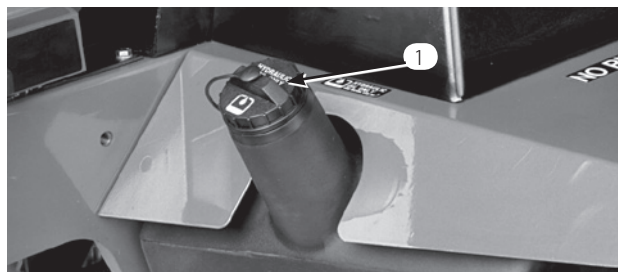

図 18
2. 油圧オイル・タンクの注油口周辺をきれいに拭き、キャップを外す。給油口からキャップを取る (図18)。